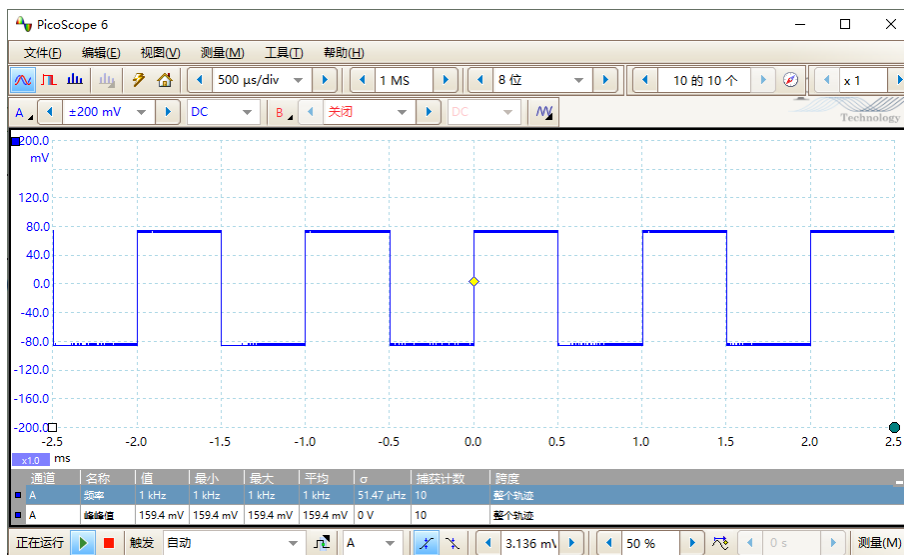

图 101. 待测信号参数图
3. 打开函数信号发生器电源，将参数设置为“波形：方波”、“幅值： 160 mV_{pp} ”、“频率： 1 kHz ”，待测信号的波形图如图101所示：